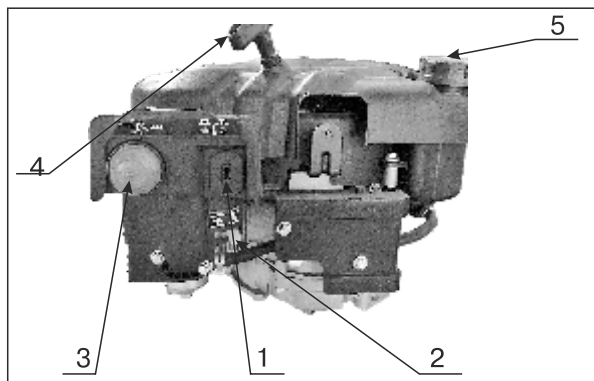

Рис. 6
Праймер (рис. 6 поз. 3) – служит для впрыска топлива непосредственно в карбюратор для пуска двигателя в холодную погоду.
Пусковая рукоятка стартера (рис. 1 поз. 4, рис. 6 поз. 4) – используется для пуска двигателя вручную.
Воздушная заслонка (рис. 6 поз. 2) – используется для пуска двигателя из холодного состояния.
Крышка топливного бака (рис. 6 поз. 5) – снимается для дозаправки топливом.
Запуск двигателя (Рис. 6)
- Передвиньте воздушную заслонку (рис. 6 поз.2) в положение «CHOKE» на холодном двигателе.
раза (рис. 6 поз.3).
- Заведите двигатель, используя ручной стартер (рис. 6 поз.4). Для этого медленно потяните рукоятку ручного стартера до тех пор, пока не почувствуете повышенное сопротивление шнура.